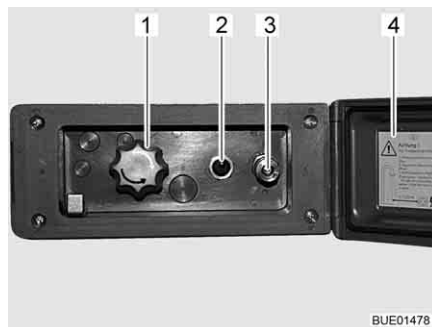

Fig. 141 Raccordo doccia esterno
- Sganciare ed aprire il coperchio (Fig. 141,4).
- Collegare il tubo flessibile della doccia esterna alla chiusura rapida (Fig. 141,3).
- Accendere la pompa dell'acqua con l'interruttore (Fig. 141,2).
- Regolare la temperatura dell'acqua ai gradi desiderati mediante la manopola (Fig. 141,1).
- Spegnere la pompa dell'acqua con l'interruttore (Fig. 141,2).
- Chiudere il coperchio (Fig. 141,4) e bloccarlo con la chiave.
- Ruotare la manopola (Fig. 141,1) sulla posizione centrale.